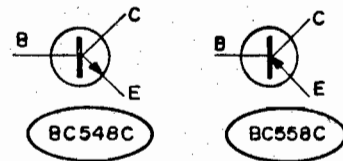

Fig.2
- FIG. 2 - PRINCIPAIS COMPONENTES - Os únicos componentes ativos no circuito do MPDT são os dois transistores “residentes”, BC548C e BC558C. Note que esse “C” af, no fim dos códigos dos ditos transistores, indica um componente de ganho elevado, característica que **tem importância** no arranjo do testador, uma vez que, para garantir a oscilação com um “companheiro” externo de qualquer tipo (mesmo transistores sob teste de alta Potência, que geralmente apresentam um ganho natural baixo...) o fator de amplificação do transistor “residente” é um parâmetro fundamental. Como “por fora”, o